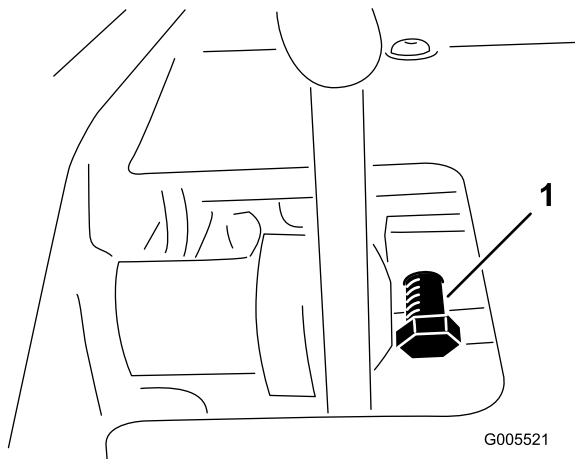

Figura 57
1. Liberte a porca de aperto do parafuso do bloqueio do pedal (Figura 57).